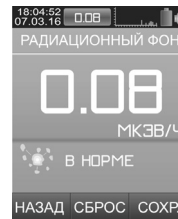

Рис. 10
- 1) 0,16 мкЗв/ч – нормальный радиационный фон, безопасный для человека (рис. 10).